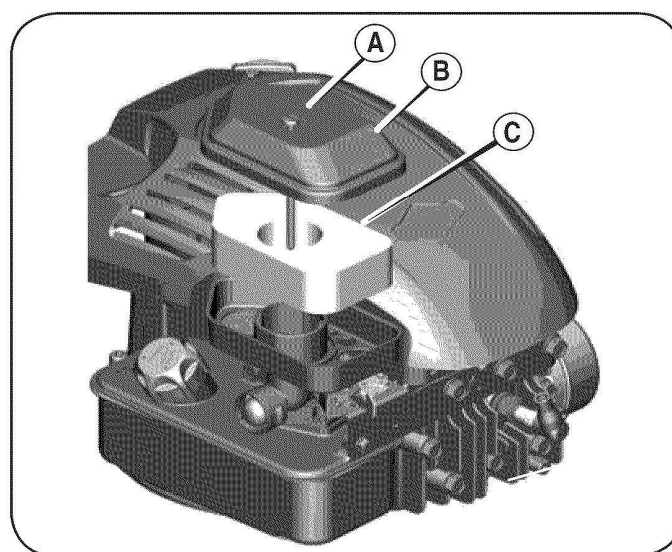

РИС. 12
1. Отверните винт (А) сверху крышки воздушного фильтра (В) (см. Рис. 12).